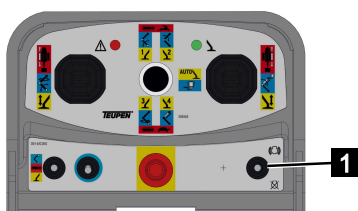

Abb. 65
4. Zum Starten den Taster (Abb.65/1) mindestens 2 Sekunden gedrückt halten.
5. Zum Ausschalten den Taster (Abb.65/1) mindestens 2 Sekunden gedrückt halten, bis der Motor stoppt.